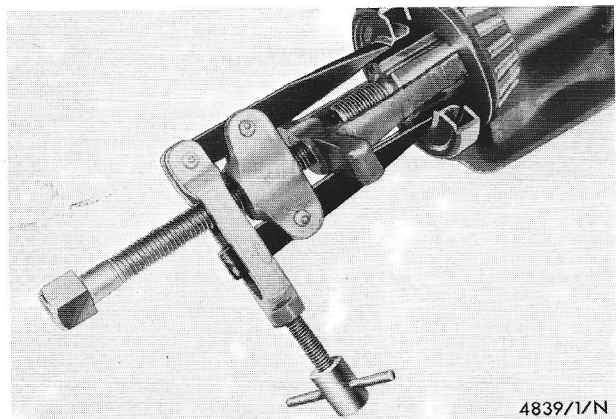

Fig.108 Verwijder de oliekeerring met trekker 15-048.
3. Maak het achterbrughuis rondom de oliekeerring goed schoon en verwijder de oliekeerring met trekker 15-048. Schuif, nadat de centrale bout is uitgedraaid, de trekkerarmen tussen het pignon en de oliekeerring, tot aan het conische rollager, zodat de trekkerarmen onder de oliekeerring grijpen. Draai de klembout voor de trekkerarmen aan, zodat deze stevig in de oliekeerring grijpen. Trek de oliekeerring uit het huis door de centrale bout aan te draaien (fig.108).